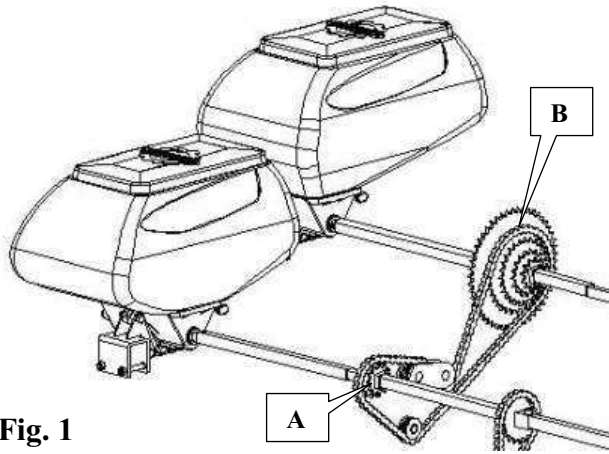

Fig. 1
La regolazione della dose/ettaro viene effettuata con un selettore di variatore (A fig. 1). Questa regolazione dipende dall'interfila e dal prodotto utilizzato.
- 1 - Smontare il variatore (sollevare la maniglia B (fig. 1) e farle fare ¼ di giro)
- 3 - Sistemare il selettore del variatore sul punto di riferimento corrispondente (vedere la tabella qui affianco): allentare la rotella C, girare la rotella C e ristringere la rotella C (fig. 1).
- 2 - Scollegare il variatore (sollevare la maniglia B (fig. 1) e farle fare ¼ di giro)